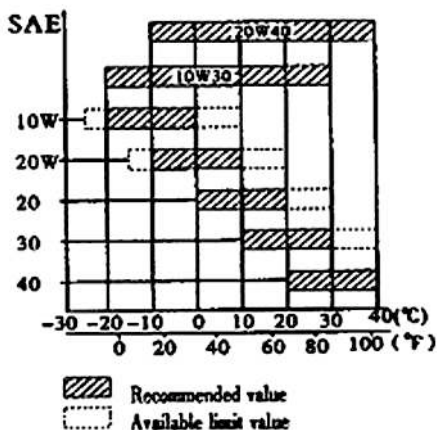

Рисунок 9
- 4.1. Залейте масло 10W40 (полусинтетическое) в картер двигателя. См. рисунок 9.
- 4.4. Выбирайте соответствующую смазку для двигателя в соответствии с температурой окружающей среды. (См. рис. 9)